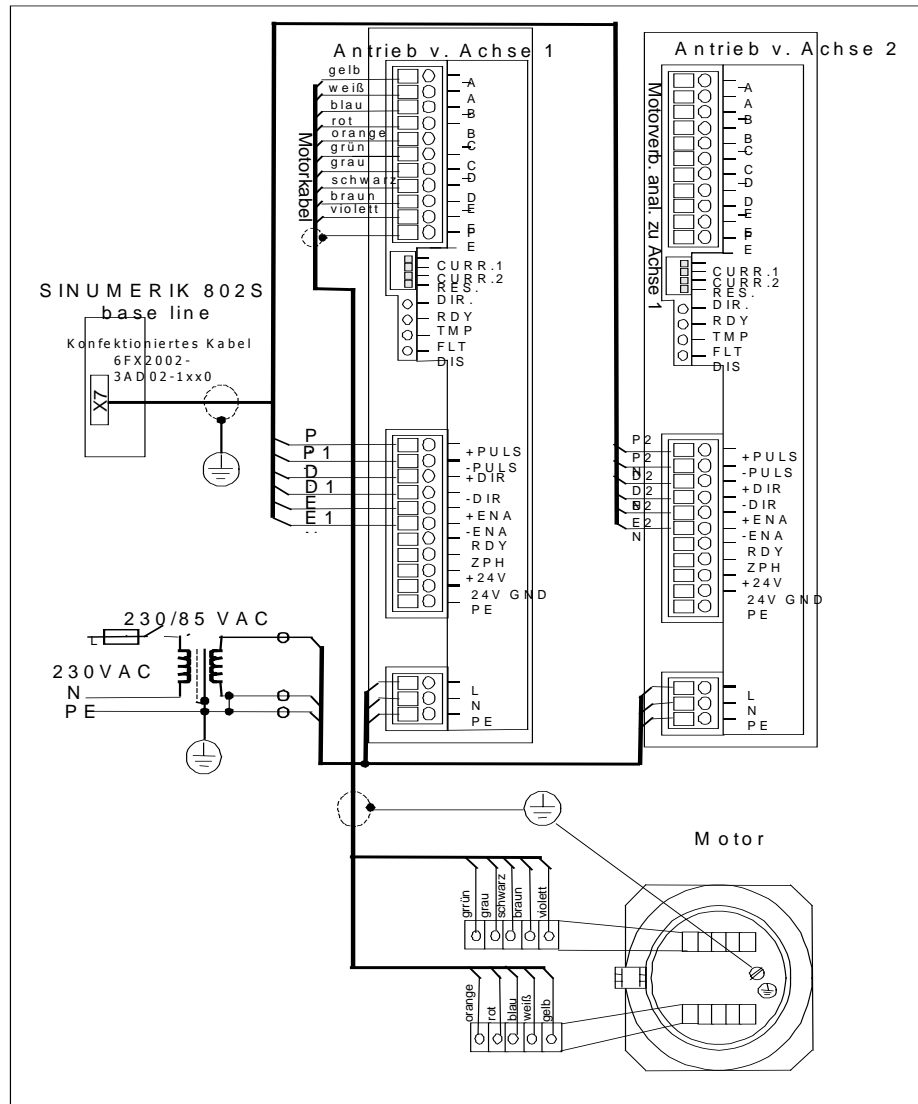

Abb. 3-2 Verkabelung - Überblick
Schließen Sie die Antriebsmodule STEPDRIVE C/C+, die BYG-Schrittmotoren und die Steuerung SINUMERIK 802S base line wie in Abb. 3-2 dargestellt an:
- Korrekter Anschluss der Kabel wie in Abb. 3-2 dargestellt.